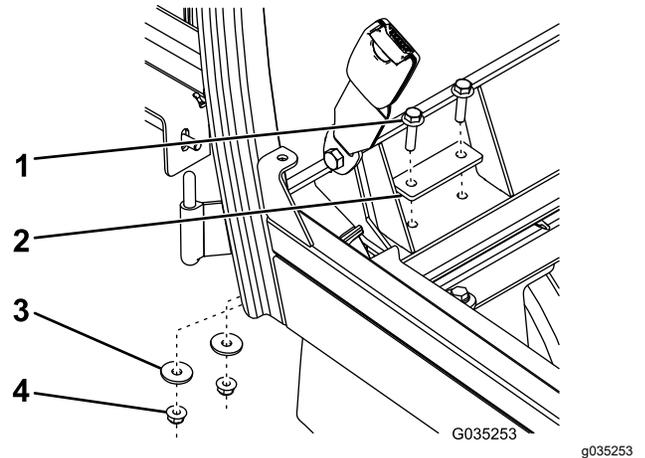

Bild 13
6. Befestigen Sie die Rückseite des Kabinenrahmens mit vier Bundkopfschrauben ($\frac{5}{16}$ " x $1\frac{1}{4}$ "), zwei Stützplatten, vier Flachscheiben und vier Bundmuttern ($\frac{5}{16}$ ") an den linken und rechten Kabinenstützen, wie in Bild 13 dargestellt.